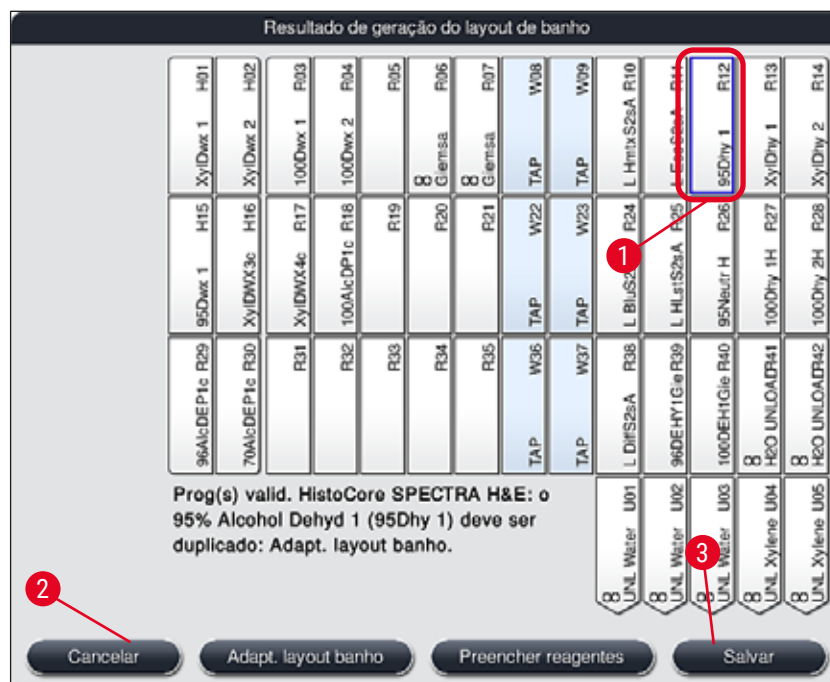

Fig. 53
- Após o software calcular o layout de banho usando os programas priorizados, o usuário obtém uma visão geral dos resultados exibidos na tela (→ "Fig. 53").
- Se nenhum programa Leica foi integrado ao layout de banho, o monitor (→ "Fig. 53") é diferente do exibido (não ilustrado). Neste caso, os reagentes podem ser abastecidos conforme descrito em (→ P. 83 – **Abastecimento de reagentes**).